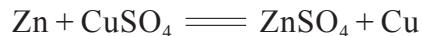

图 4.2 铜锌原电池的实验装置图
2. 如图 4.2 所示，将锌片、铜片分别插入 $1 \text{ mol} \cdot \text{L}^{-1}$ 的 ZnSO_4 溶液和 $1 \text{ mol} \cdot \text{L}^{-1}$ 的 CuSO_4 溶液中，两个溶液用盐桥进行连接，金属片之间用导线连接，导线中间接入灵敏电流计，记录实验现象。